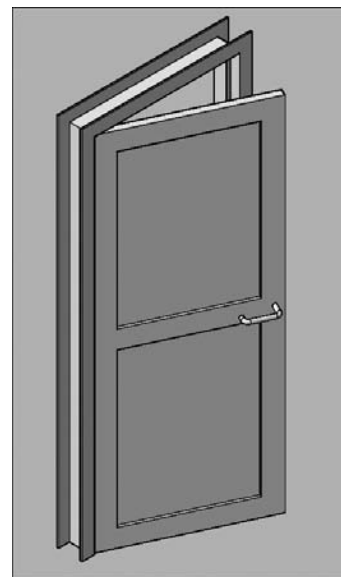

Fig.18.17
- 17 Il reste à assembler l'ensemble par simples déplacements et rotations (fig.18.17).